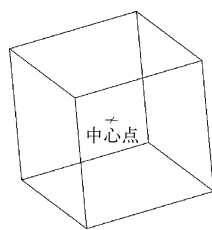

图 12-4 “中心点”命令方式
(2) 中心 (C): 用指定中心点创建长方体。图 12-4 所示为使用“中心点”命令创建的长方体。